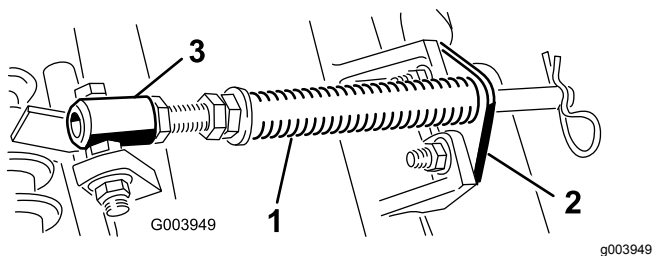

图 5
- A. 拆下把杆支架固定到滚刀组凸耳上的 2 个车身螺栓和螺母图 5。
B. 拆下将弹簧管栓固定到承载架凸耳图 5 上的凸缘螺母拆下组件。